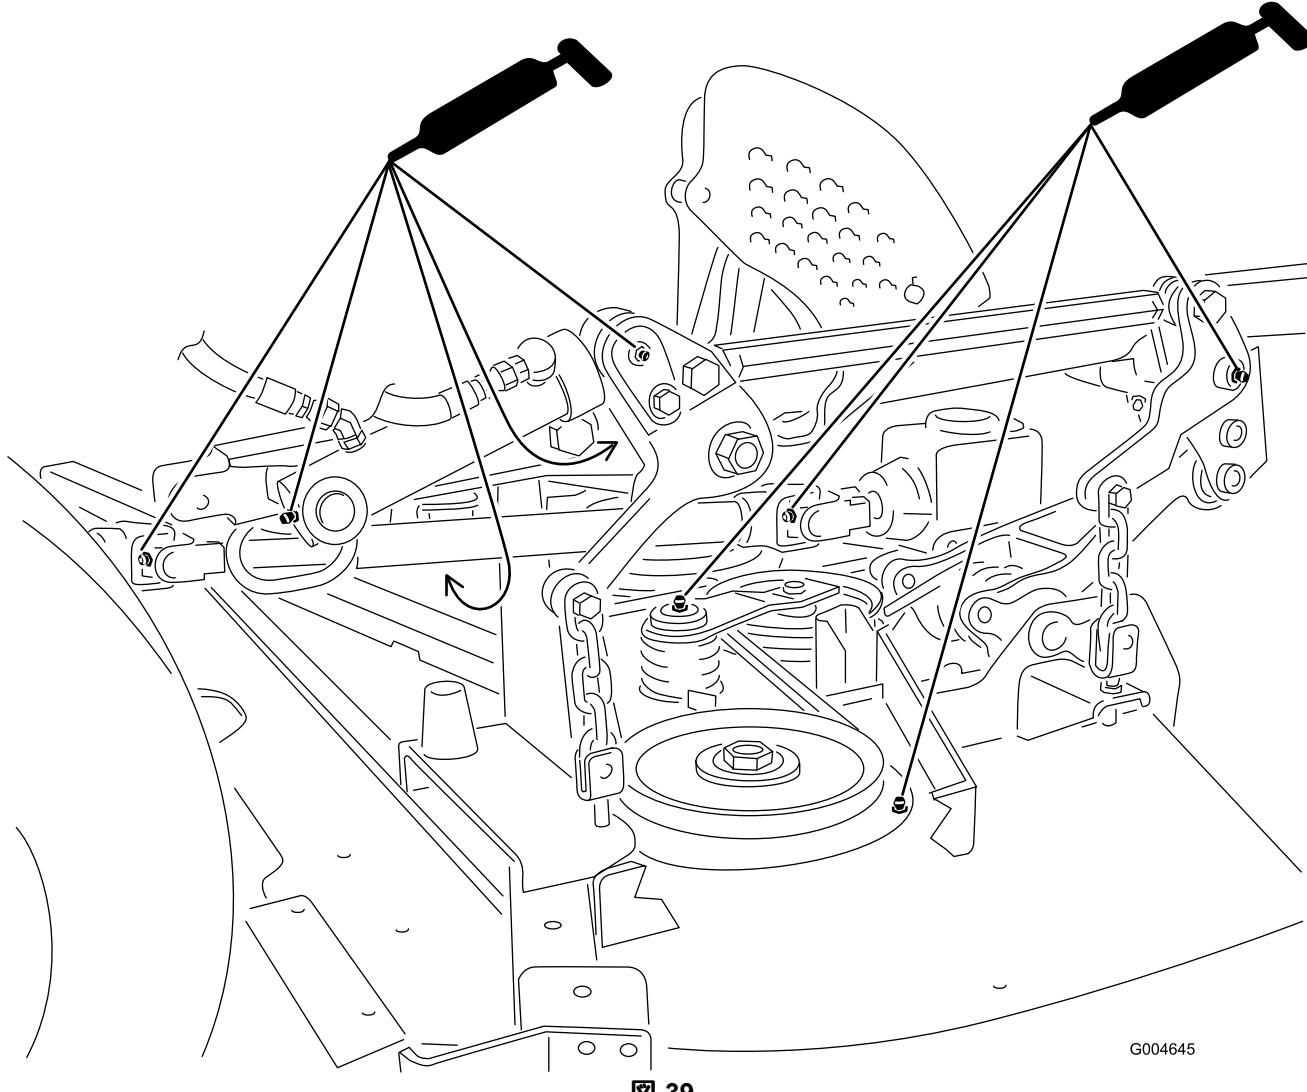

図 39
**注** PTOシャフトのUジョイント図39、にグリスを塗るとき、シャフトのスラインにもグリスを忘れずに塗ってください。